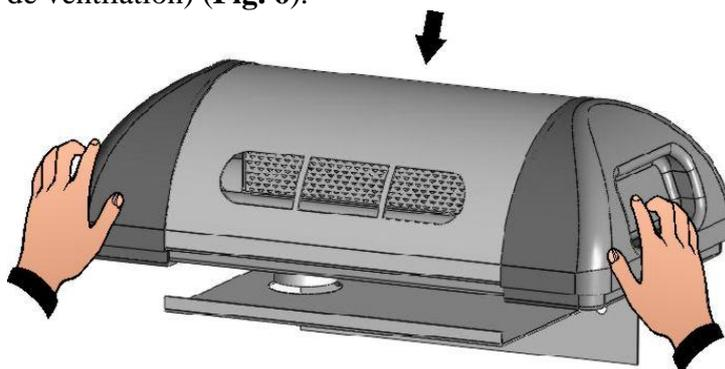

Fig. 6
3. Fixer le support de fixation au mur, de niveau, aussi bien dans le sens transversal que longitudinal (un pour chaque tête de ventilation) (**Fig. 6**).